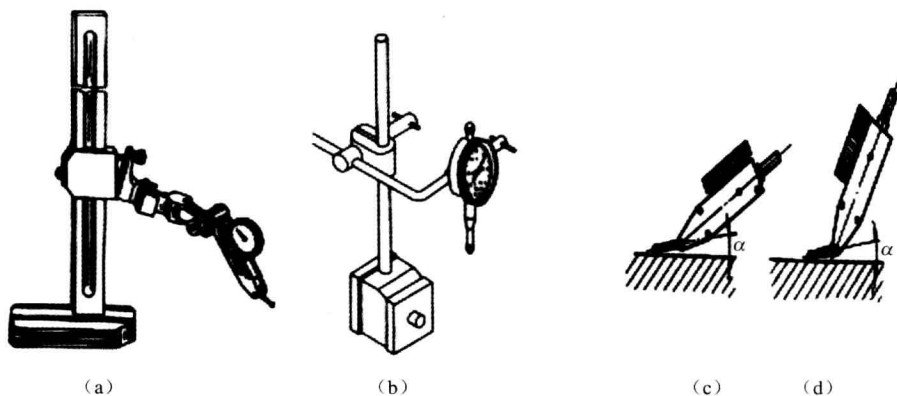

图 1-20 百分表使用方法
钟面式百分表一般与磁性表座配合使用，如图 1-20 (b) 所示。其操作步骤如下。
- ① 在磁性表座上装上百分表的夹脚。
- ② 根据校正需要将表座吸在机床导轨面上。
- ③ 将百分表安装在夹脚上,调整杠杆测头轴线与测量面一个 α 角(约小于 15° 的夹角),如图 1-20 (c)、(d) 所示。
- ④ 使百分表测头与测量面接触后,指针转动约 0.2mm,然后转动表盘使指针对准“0”位。
- ⑤ 百分表安装在高度游标尺上使用,如图 1-20 (a) 所示。首先将高度尺划线量爪卸下,旋转 180° 安装,然后再装上弹性夹头、百分表。使用时,根据测量需要调节高度尺即可。